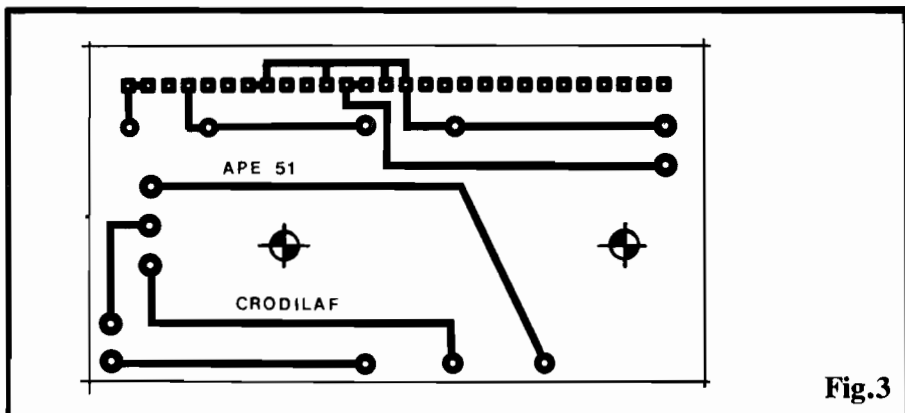
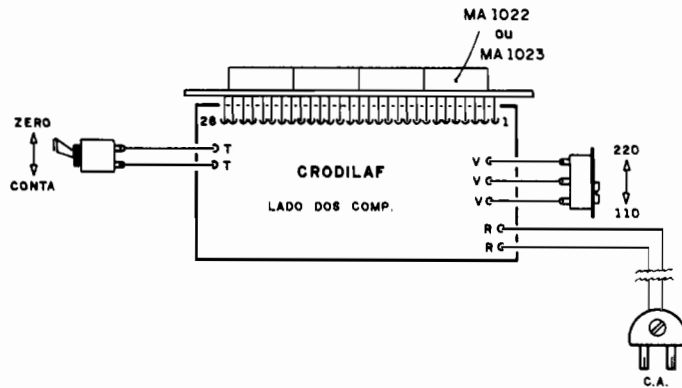

Fig.3
Fig.5
- FIG. 3 - DO CIRCUITO IMPRESSO ESPECÍFICO (PLACA DE "APOIO"...). Na verdade, a placa de "apoio" do circuito do CRODILAF tem mais funções "mecânicas" do que eletro-eletrônicas... Com isso, a sua disposição cobreada de ilhas e pistas (vistas em tamanho natural no diagrama...) torna-se extremamente simples, de fácil realização... Notar, com especial atenção, a linha de 28 ilhas/furos acompanhando a borda superior da placa (na figura...). A tal "fila" de
- FIG. 5 - CONEXÕES EXTERNAS À PLACA - Ainda vista pelo lado não cobreado (o mesmo mostrado no diagrama anterior...), a placa de "apoio" tem, agora, claramente ilustradas as ligações externas... Os terminais do interruptor simples (chave "zero-conta") vão aos pontos "T-T"; as conexões da chave de Tensão ("110-220") vão aos pontos "V-V" exatamente conforme mostrado (observar o sentido de atuação do "botão" da dita chave...). O cabo de força ("rabicho") tem seus dois fios ligados aos pontos "R-R"... Finalmente (e essa é a fase mais delicada das inter-conexões e ligações externas...) o módulo híbrido deve ser ligado à placa de "apoio" através de um multi-conector inter-placas, composto de 28 pinos em "L" (90°). Durante as soldagens dos pinos em "L" desse multi-conector, observar que apenas os pinos realmente utilizados no módulo híbrido (números 1-2-4-7-8-11-12-13-14-15, conforme se vê do esquema - fig. 1, e do lay out do Impresso, fig. 3...) precisam ser soldados às respectivas ilhas... Da mesma forma, na placa de "apoio", todas as ilhas da barra de 28 contatos, que se encontram "solitas" (sem trilhas cobreadas a elas anexadas...) também não precisam ser soldadas... A simples inserção das extremidades dos conectores em "L" nos respectivos furos